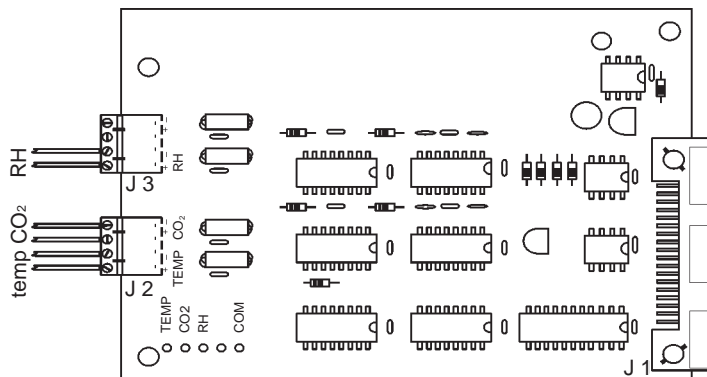

Figura 6-4. Terminali sulla scheda analogica
- Spellare le estremità del conduttore e collegarlo ai terminali appropriati dei connettori J2 sulla scheda analogica. Vedere la Figura 6-4.